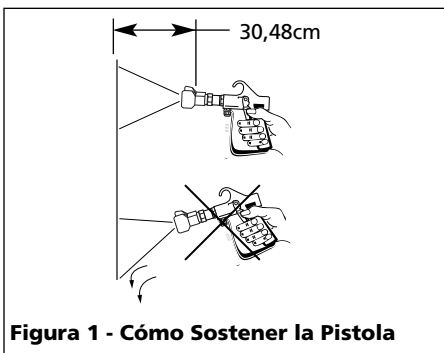

Figura 1 - Cómo Sostener la Pistola
- Mantenga la pistola perpendicular a la superficie. Siempre sostenga la pistola perpendicular a la superficie con la boquilla a una distancia de 30,48cm. Si la sostiene en un ángulo (hacia arriba, hacia abajo o de lado) la pintura se acumulará en forma dispareja, el acabado lucirá mal y tendrá desperdicio excesivo de pintura (Vea la Figura 1).